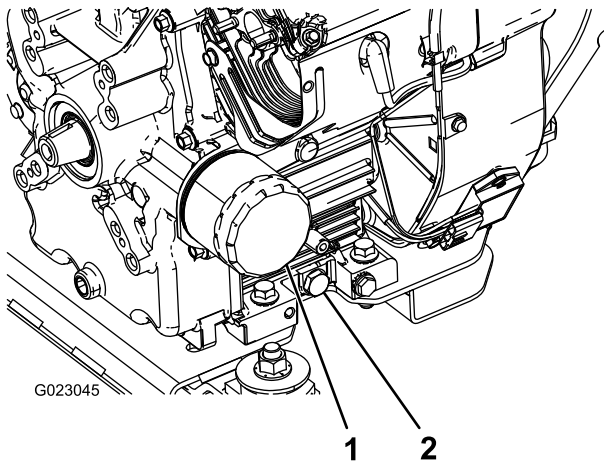

Figure 43
5. Enlevez le bouchon de vidange (Figure 43).
2. Déposez le filtre à huile (Figure 43).
5. Posez le filtre à huile de rechange sur l'adaptateur. Tournez le filtre dans le sens horaire jusqu'à ce que le joint touche l'adaptateur, puis donnez 1/2 tour supplémentaire (Figure 43).